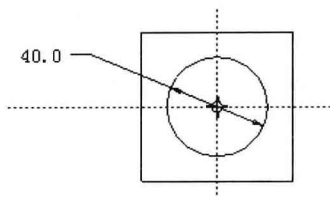

图 1.20
- (1) 选择模型中的圆弧曲面。
- (2) 在下拉菜单中选择“编辑”→“偏移”命令。
- (3) 选择“具有斜度”偏移曲面类型。
- (4) 单击“参照”（References）按钮, 然后单击“定义”（Define）按钮。
- (5) 选择基准平面 TOP 为草绘平面, 改变箭头方向, 单击鼠标中键进入草绘器。
- (6) 绘制如图 1.20 所示的截面。
- (7) 单击草绘工具栏中的  按钮退出草绘器。
- (8) 修改偏移值为 20。
- (9) 单击  按钮改变偏移的方向。
- (10) 在操控板中单击“选项”按钮，选择“草绘”(Sketch)